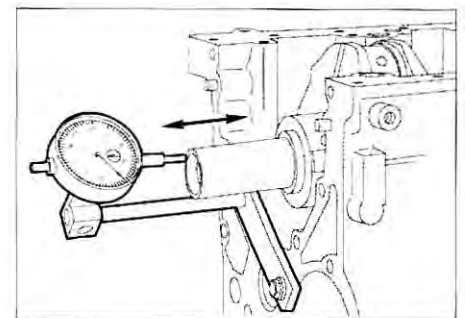

FIG. 60
- Comprobar el juego axial del cigüeñal (fig. 60). Si está fuera de las tolerancias (ver "Características"), medir el espesor de los separadores del juego axial y cambiarlos en caso necesario. Si los separadores son correctos, examinar el cigüeñal y el bloque motor.